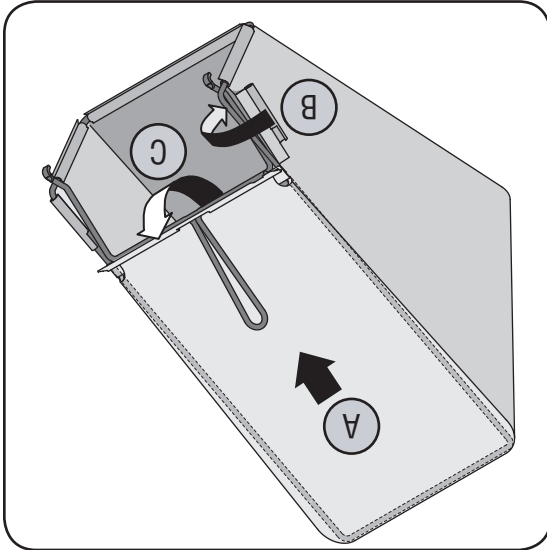

Figure 3-5
5. Un levier de réglage se trouve sur chacune des roues et permet de modifier la hauteur de coupe de la tondeuse. Pour changer la hauteur de coupe, poussez le levier de réglage des roues vers la roue et déplacez-le vers le haut ou le bas à la hauteur choisie. Voir la Figure 3-5.